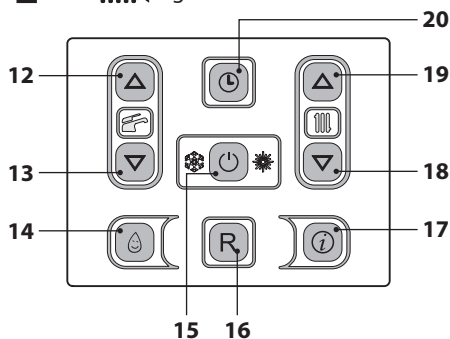

Figura 2.5
Entrare in "modalità programmazione" tenendo premuto per 5 secondi il tasto 20 (Figura 2.5) fino a far apparire sul display il simbolo (L).
Agendo sui tasti 18 (diminuzione) e 19 (aumento) Figura 2.5 è possibile impostare i valori di ora, giorno e data, agendo sui tasti 12 e 13 è possibile passare da un parametro all'altro.
- Tenere premuto per 2 secondi il tasto 15 fino a far apparire sul display entrambe i simboli  e . Figura 2.5.